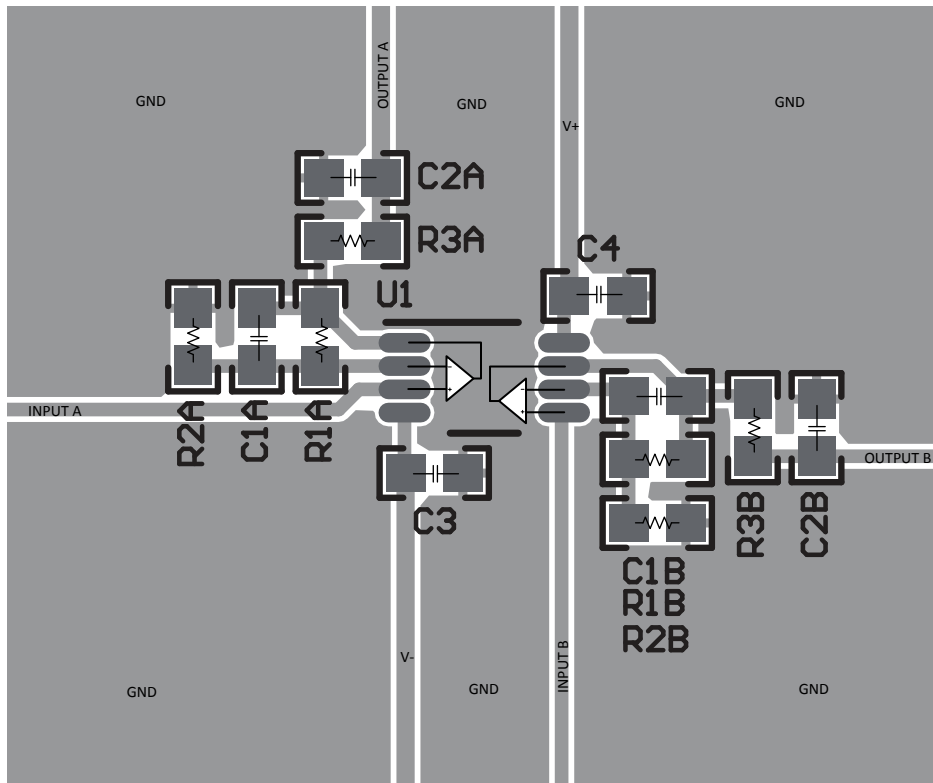

图 7-5. TLV9142 的示例布局
- 外部元件应尽量靠近器件放置。如图 7-5 所示，使 RF 和 RG 靠近反相输入可更大限度减小寄生电容。